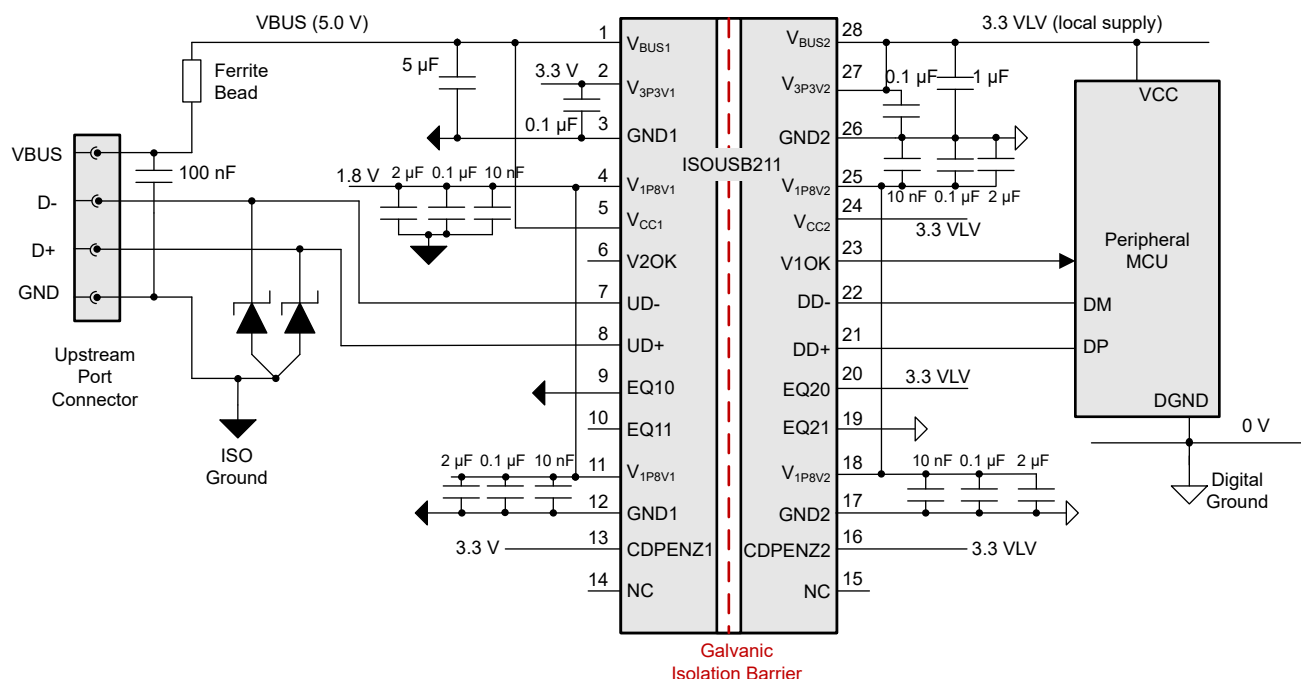
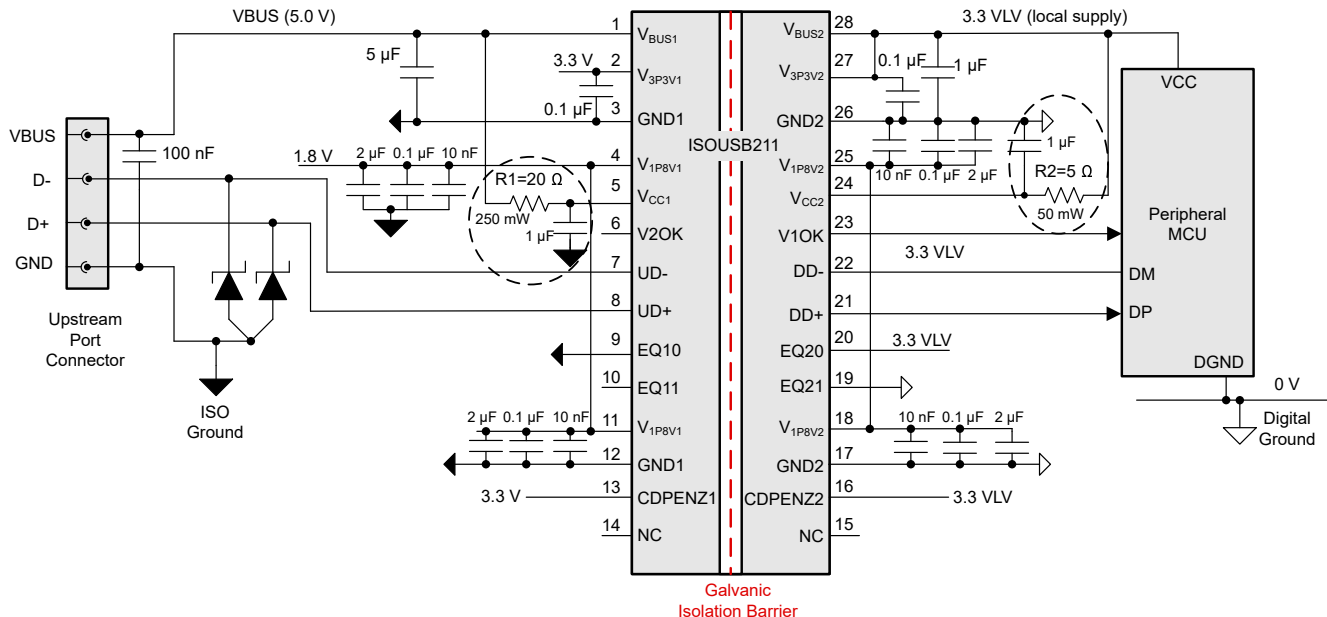

図 5-1. 外部 1.8V 電源なしで ISUSB211 を使用する
図 5-2. V_{CCx} ピンと直列の抵抗で、外部 1.8V 電源なしで ISOUSB211 を使用する
- 外部 1.8V 電源が存在しない場合、VCCx ピンに直列抵抗を追加することで、内部消費電力が低減でき (図 5-2 を参照)、コスト重視のアプリケーションに役立ちます。詳細については、外部 1.8V 電源なしで動作 を参照してください。
- コネクタ側では、通常、USB ポートから通常 5V の VBUS しか供給されないため、図 5-1 に示すように、内部 LDO を使用することが実用的な選択肢です。ただし、この設計には熱的制約があります (外部 1.8V 電源なしで動作 を参照)。
このデバイスは、外部 1.8V 電源がなくても動作可能です。この構成では、内部 LDO が VCC ピンから両方の 1.8V レールを生成するため、専用の 1.8V ソースは必要ありません。この構成を図 5-1 に示します。
外部 1.8V 電源なしで熱特性を改善するためのシンプルなおトリック: 図 5-2 に、外部 1.8V 電源を使用せずに、周囲温度の許容範囲を 107°C (図 5-1) から 117°C へと 10°C 拡張するのに役立つスマートな構成を示します。内部 1.8V LDO (V1P8V1) への外部 3.3V 接続用に、直列 5Ω (50mW) 抵抗を追加し、外部 5V 接続用に 1.8V LDO (V1P8V2) および 20Ω (250mW) 抵抗を追加することで周囲温度を高めます。抵抗値を選定する際は、 V_{CCx} 電圧が 2.4V まで低下する可能性があることに留意してください。この場合、 V_{CCx} ピンに追加の 1μF コンデンサが必要です。
外部抵抗は電圧を降下させ、電力を消費するため、ISOUSB211 内の消費電力と、それに対応する温度上昇を低減するのに役立ちます。図 5-1 に、内部消費電力が 960mW から 728mW へと変化したことを示しています。この方法では、2 つの外部 DC/DC と LDO をわずか 2 つの抵抗器に置き換えることでシステムコストを削減でき、消費電力や温度範囲を最大化することよりコストを優先させるアプリケーションで有用です。